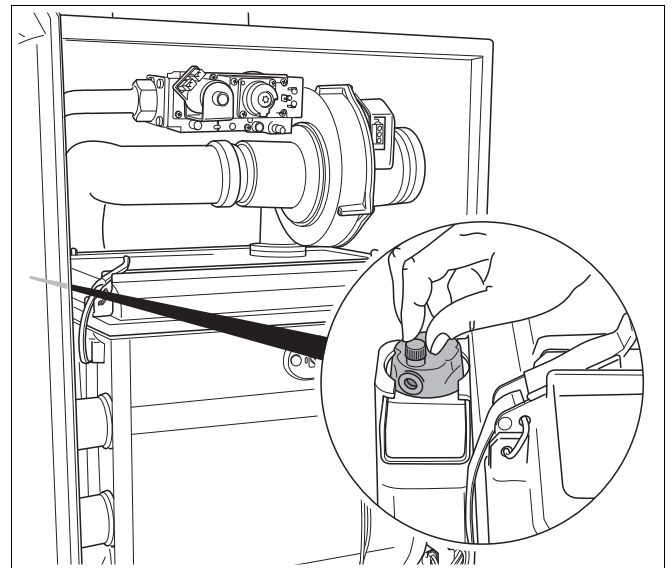

Fig. 54 Automatische ontlufter openen
Het cv-toestel is uitgevoerd met een automatische ontlufter (→ fig. 54) die dient voor ontluchting van het cv-toestel.
- Draai de dop van de automatische ontlufter links boven in het cv-toestel (→ fig. 54) één omwenteling los.